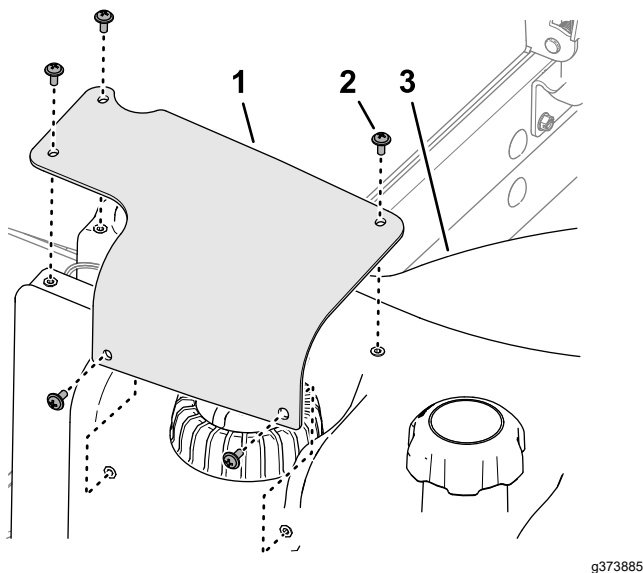

Figure 94
7. Alignez les trous du couvercle du transmetteur de niveau de carburant et les trous du réservoir de carburant, et fixez le couvercle sur le réservoir avec les 5 vis cruciformes (Figure 94).